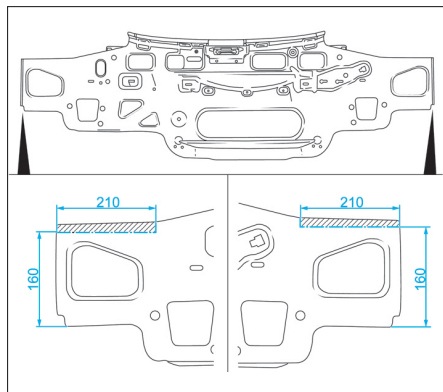

FIG. 60
- couper la pièce de raccordement pour renforcer la tôle de feu arrière aux dimensions (Fig.60),